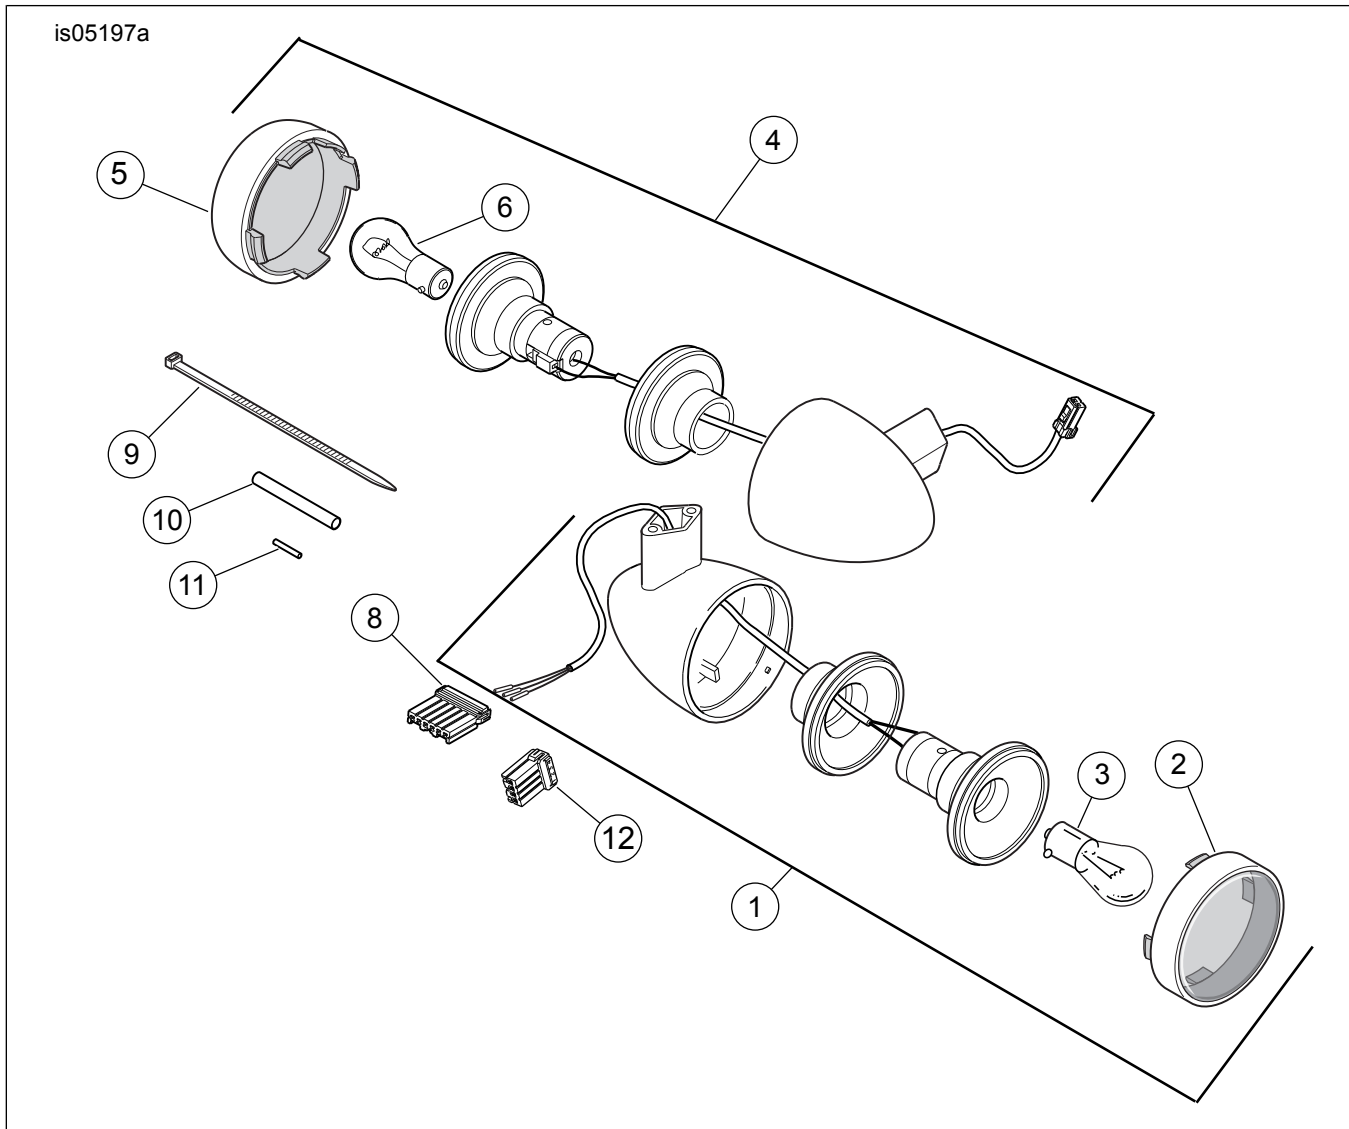

Figura 1. Parti di ricambio: kit sostegno della pedalina poggia piedi del passeggero
Vedere Figura 1 e Tabella 1.
1. Vedere Figura 1. Installare la staffa di sostegno della pedalina poggia piedi (7) sul lato sinistro del telaio, utilizzando la vite (1). Serrare ad una coppia di 47,4–61 N·m (35–45 ft-lbs).
2. Installare il supporto della pedalina poggia piedi (6) sulla staffa, con la vite (2). Allineare il sostegno ad una angolazione di 10 a 15 gradi dalla verticale rispetto al retro del telaio e stringere ad una coppia di 47,4–61 N·m (35–45 ft-lbs).
3. Installare la pedalina poggia piedi (A) sul supporto con la rondella elastica (5), (lato piatto rivolto verso il sostegno) e inserire il perno a testa piana attraverso il sostegno e la pedalina e stringere l'anello di ritegno sul perno.
4. Ripetere le fasi 2 e 3 per l'installazione della pedalina poggia piedi del lato destro sulla staffa di sostegno della marmitta, come illustrato nella Figura 1.